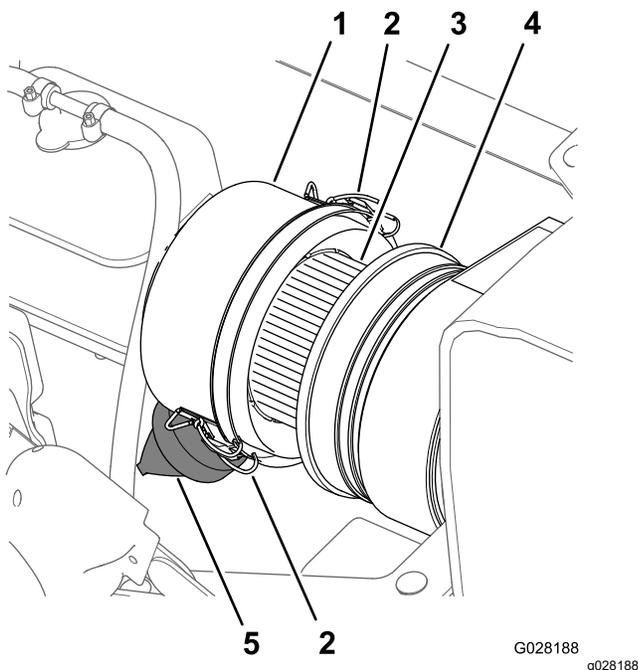
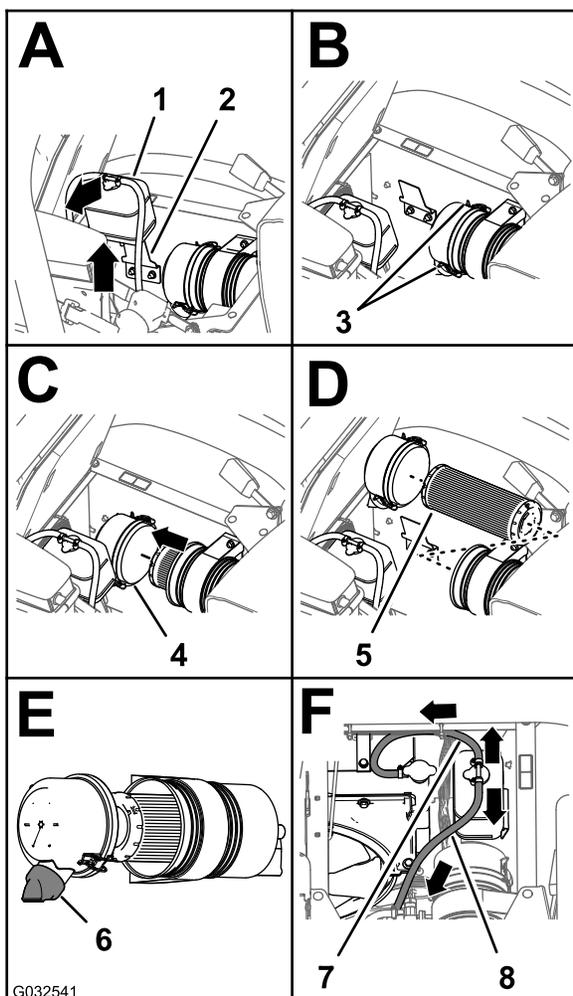

Figura 71
Figura 72
3. Limpe o tampão antipoeira e o corpo do filtro de ar (Figura 71).
4. Verifique se existe algum dano no corpo do filtro de ar que possa provocar uma fuga de ar (Figura 71).
5. Aperte a válvula do pé para a limpar de sujeira, pó e detritos (Figura 71).
7. Verifique se o elemento do filtro de ar tem acumulação excessiva de pó, sujeira e detritos (Figura 71).
8. Instale o tampão antipoeira no corpo do filtro de ar e fixe o tampão com os 2 trincos (Figura 71).
2. Limpe o tampão antipoeira e o corpo do filtro de ar (Figura 71).
3. Levante o depósito de expansão do líquido de refrigeração e retire-o do suporte do depósito (Figura 72).
- Solte os 2 trincos que fixam o tampão antipoeira ao corpo do filtro de ar (Figura 72).
- Limpe o interior do tampão antipoeira, do corpo do filtro de ar e da válvula antipoeira com um trapo húmido (Figura 71 e Figura 72).
- Introduza o elemento do filtro de ar no corpo do filtro de ar (Figura 72).
- Instale a cobertura no corpo do filtro de ar e fixe-a com os 2 trincos (Figura 72).
Nota: Certifique-se de que a válvula do pó está alinhada entre a posição das 5 e das 7 horas, quando vista da extremidade (Figura 72).
- Alinhe o depósito de expansão do líquido de refrigeração com o suporte do depósito e posicione o depósito com firmeza (Figura 72).
Importante: Certifique-se de que a tubagem de descarga da pressão é encaminhada para fora e para baixo e a tubagem de ventilação do depósito é encaminhada para trás, como se mostra na Figura 72.